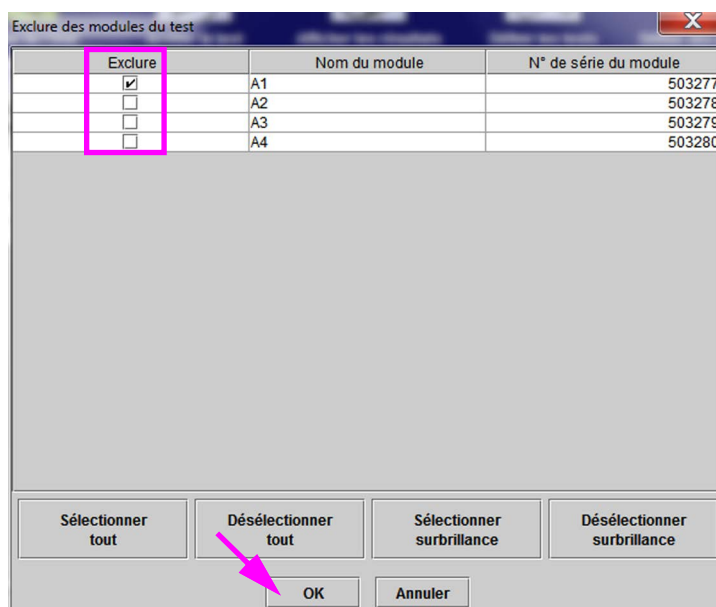

Figure 9-37. Boîte de dialogue Exclure des modules du test
2. Cliquez sur **Maintenance** dans la barre de menus et sélectionnez **Exclure des modules du test**. La boîte de dialogue Exclure des modules du test s'affiche. Voir Figure 9-37.
4. Appuyez sur le bouton **OK** pour enregistrer les modifications effectuées dans la boîte de dialogue Exclure des modules du test (cf. Figure 9-37).